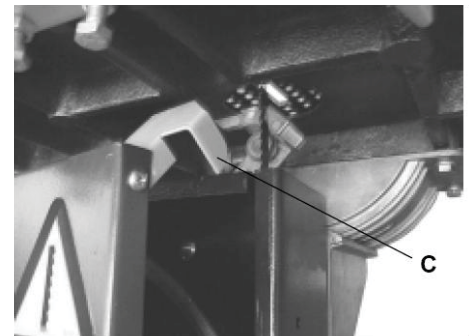

Рис. 15
- Если открыть дверцу нижнего шкива пилы, то нижний кожух полотна (С) Рис. 15 опустится вниз.